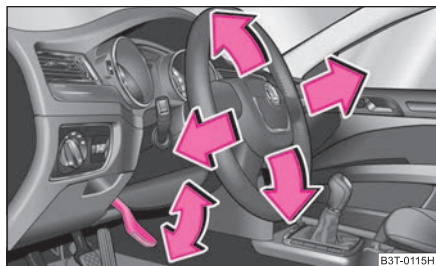

Fig. 119 Volante regulable: palanca al lado de la columna de dirección
- Gire la palanca situada bajo la columna de dirección ⇒ fig. 119 hacia abajo ⇒ ⚠.